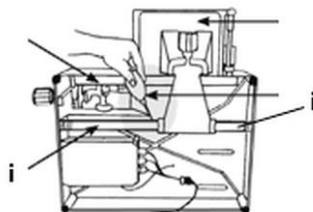

Fig. 16
3. Applicera lite maskinolja på båda ändarna av vagnens axel (i) (fig. 16).